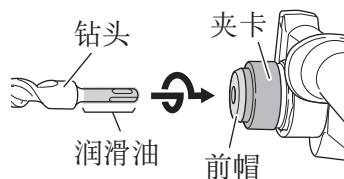

图 9
(1) 清洁后，在钻头的柄部涂抹润滑油或机油。
(2) 安装钻头（SDS-plus 长柄）时，请将其插入至孔的最底部，如图 9 所示。